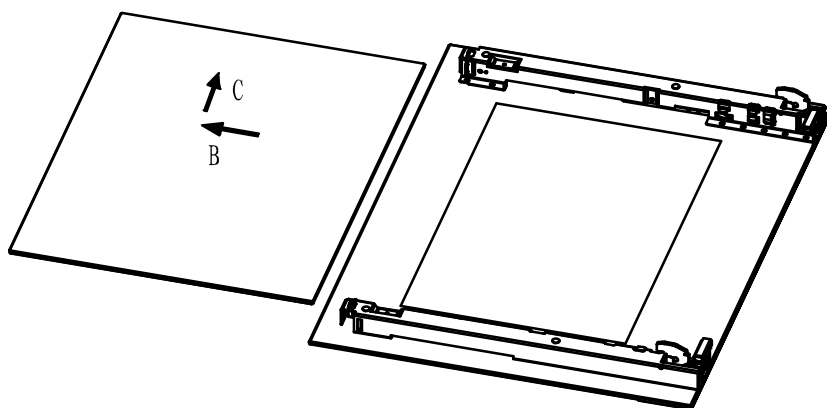

Рис.4
4. Снимите среднее стекло. (Рис.4)